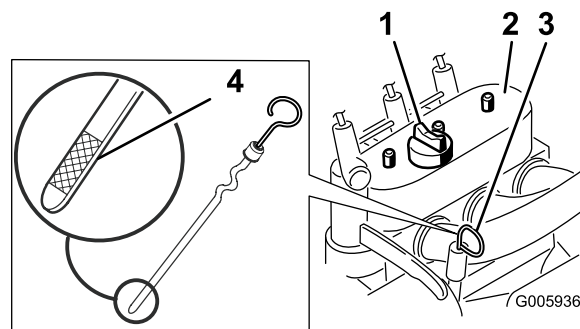

Рисунок 28
4. Очистите область вокруг измерительного щупа (Рисунок 28).
5. Вытяните масломерный щуп и вытрите металлический конец насухо (Рисунок 28).
6. Вставьте щуп в масломерную трубку до упора (Рисунок 28).
8. В случае низкого уровня масла очистите область вокруг крышки маслозаливной горловины и снимите крышку (Рисунок 28).
11. Снимите крышку маслозаливной горловины (Рисунок 28) и медленно залейте примерно 80% от указанного количества масла через крышку клапана.